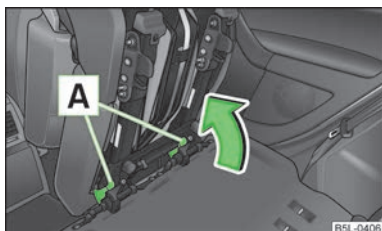

Fig. 53
- Bloquear el asiento al final de la guía presionando los bloqueos del asiento **A** en el sentido de la flecha » fig. 53.
- Si el asiento está desmontado, ponerlo primero sobre la guía y bloquearlo » fig. 53 de la página 65. Asegurarse de que el asiento está correctamente bloqueado tirando de él.